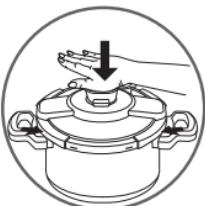

fig. 2
- Coloque la tapa sobre la olla (**K**) y luego presione el botón de cierre (**B**) - fig. 2.